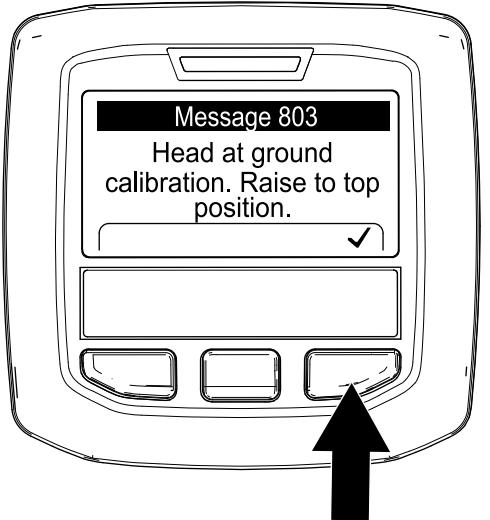

Bild 117
- Die Tines beginnen, in den Boden einzudringen - drücken Sie die rechte InfoCenter-Taste (Bild 117) und führen Sie die Anwendung „Bodenhöhe einlernen“ aus, siehe [Ausführen der Anwendung Teach Ground Height \[Bodenhöhe einlernen\] \(Seite 40\)](#).